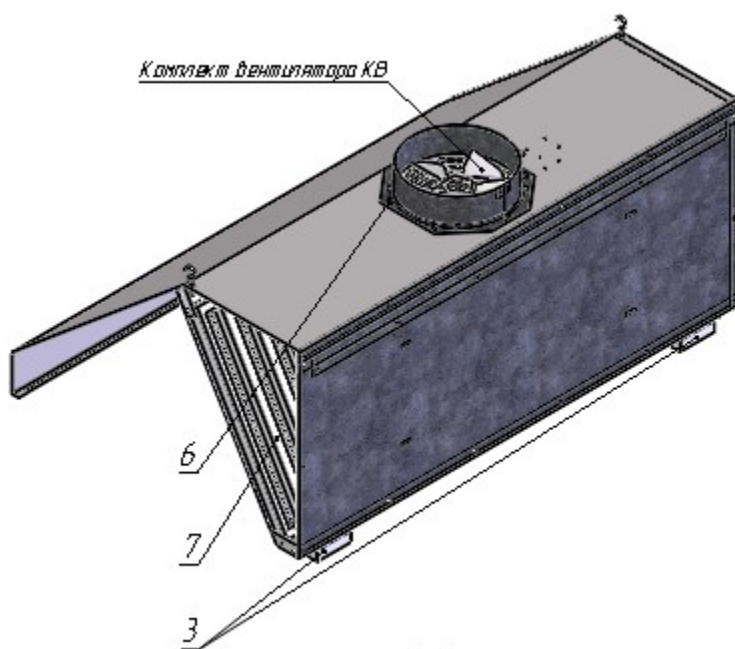

Рис. 3
3.5.5. Установку фильтров поз. 7 (Рис. 3) и лотков поз. 3 (Рис. 3) произвести согласно Рис. 3.
3.5.6. При наличии комплекта вентилятора КВ (заказывается дополнительно для каждого зонта). Комплект вентилятора разместить внутри зонта. Раскрутить крепеж фиксатора поз. 6 (Рис. 3) , совместить комплект вентилятора с отверстиями в крышке зонта и зафиксировать, затянув крепеж.